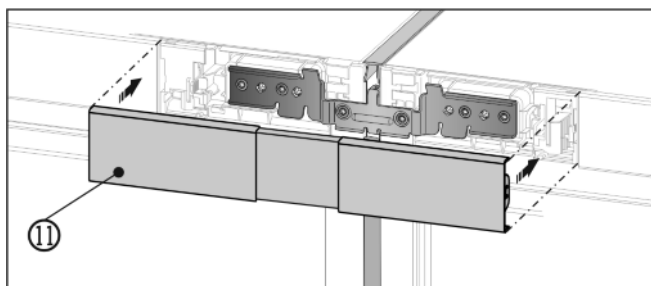

Fig. 15
- ▶ Encaje la cubierta Fig. 15 (11) superior en el espacio todavía abierto que hay entre las dos tapas de la unidad de control. Procure que las caras exteriores de la cubierta queden al mismo nivel que las tapas de la unidad de control.